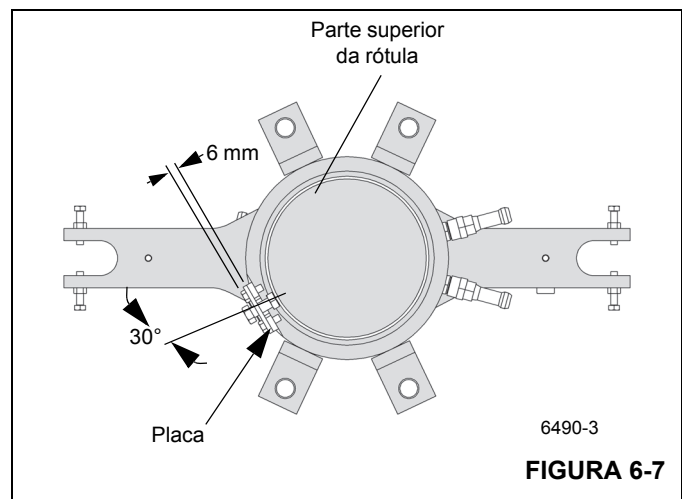

FIGURA 6-7
3. Verifique se o furo rosqueado na parte inferior da base da rótula elétrica está alinhado com o furo de montagem no suporte da caixa da rótula de água. Instale o parafuso através do furo no suporte e instale a porca. Aperte o parafuso no furo na base da rótula elétrica até que a cabeça do parafuso fique a aproximadamente 6,4 mm (0.25 pol.) do suporte. Aperte a porca de encontro à rótula elétrica (consulte a Figura 6-7).